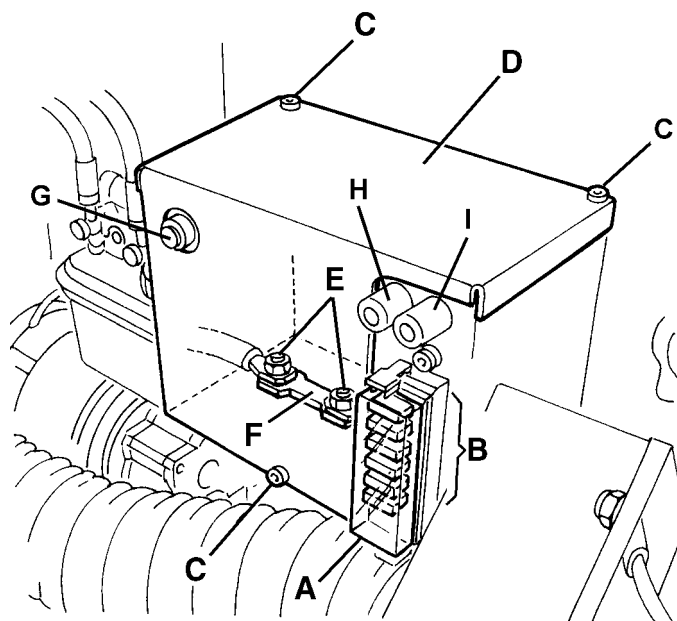

Abbildung 28
5. Den Deckel (A, Abb. 28) entfernen.
6. Eine der folgenden Sicherungen (B, Abb. 28) prüfen/ersetzen:
7. Erst die Schraube (C, Abb. 28) entfernen, dann den Deckel (D).
8. Die Mutter (E, Abb. 28) entfernen.
9. Die Hauptsicherung F0 (150 A) (F, Abb. 28) entfernen.
- Sicherung F7 (H, Abb. 28): Rückschaltbare Sicherung Motor Seitenbesen rechts
- Sicherung F8 (I, Abb. 28): Rückschaltbare Sicherung Motor Seitenbesen links (Option)
- Sicherung F9 (G, Abb. 28): Rückschaltbare Sicherung Hauptkehrwalzenmotor